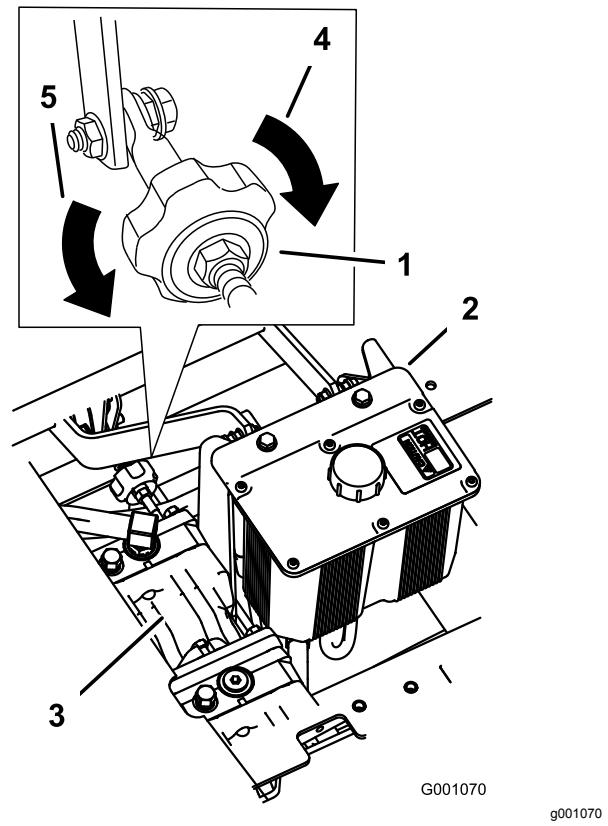

Figure 87
- ce que la roue soit immobilisée ou tourne légèrement en marche arrière (Figure 87).